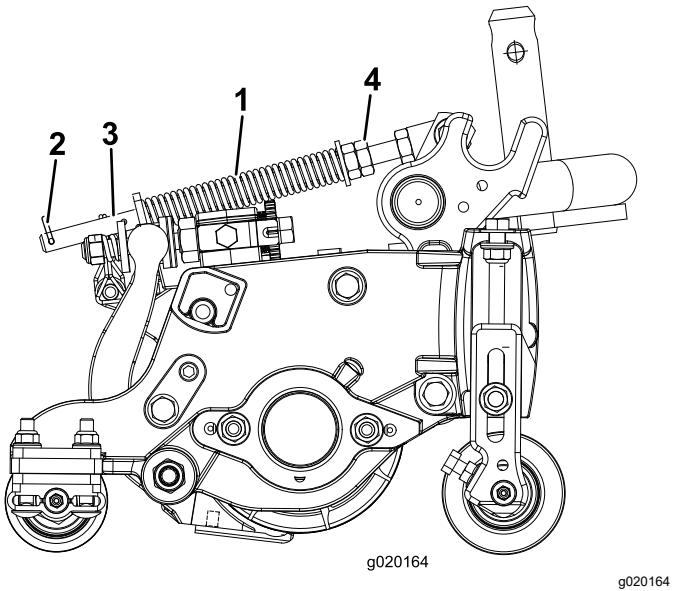

Figura 14
El muelle de compensación del césped (Figura 14) transfiere peso del rodillo delantero al trasero. Esto ayuda a reducir el patrón de ondulación en el césped.
6. Asegúrese de que el pasador de horquilla está instalado en el orificio del extremo de la varilla (Figura 14).
7. Apriete las tuercas hexagonales del extremo delantero de la varilla del muelle hasta que la longitud comprimida del muelle (Figura 14) sea de 12.7 cm (5") en unidades de corte de 12.7 cm (5"), o de 15.8 cm (6¼") en unidades de corte de 17.8 cm (7").